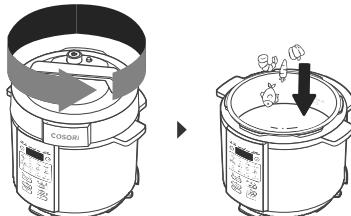

Figure 6.1
1. Tournez le couvercle dans le sens inverse des aiguilles d'une montre et soulevez-le pour le retirer. **N'utilisez pas** le couvercle de l'autocuiseur lors de l'utilisation de la fonction de cuisson **SAUTÉ**. [Figure 6.1]